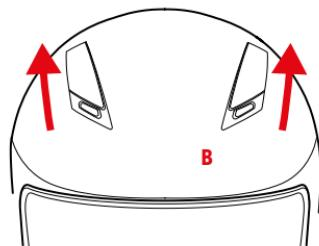

FIGURA 6
- Figura 6: toma de aire completamente abierta.